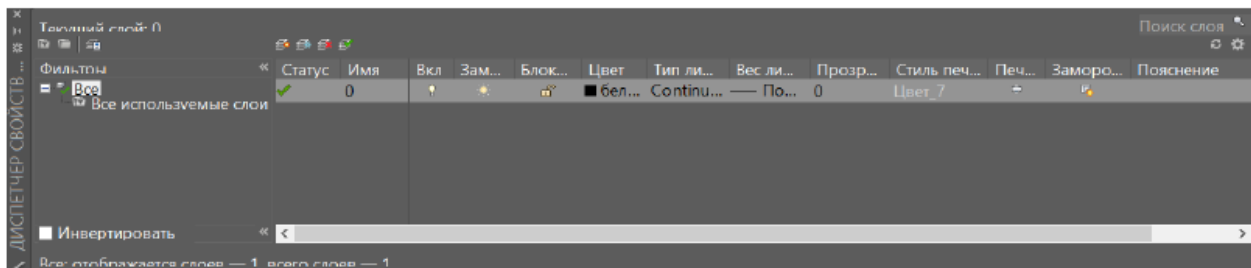

Рис.2
4. Создать слой. Открыть диалоговое окно Диспетчер свойств слоев, рис.2 (Лента: